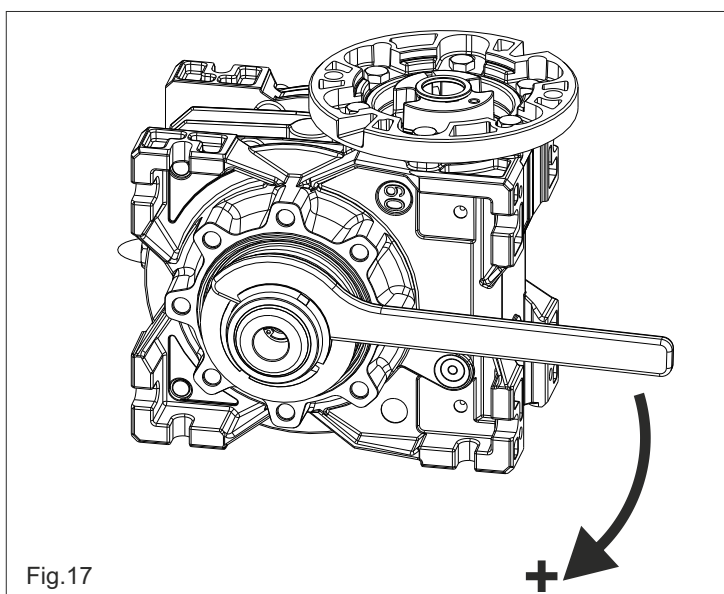

Fig. 17
- Pour **augmenter** le couple, tourner la clé dans le **sens des aiguilles d'une montre** (Fig.17).